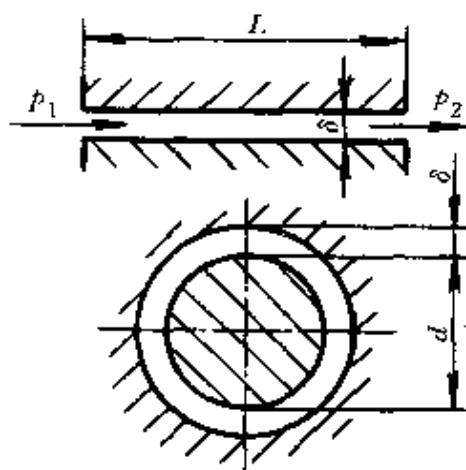

图 1-16 圆环缝隙示意图
**例 13** 有一圆环状缝隙，如图 1-16 所示，直径  $d = 1 \text{ cm}$ ，缝隙  $\delta = 1 \times 10^{-2} \text{ mm}$ ，缝隙长度  $L = 2 \text{ mm}$ ，缝隙两端压力差  $\Delta p = 21 \text{ MPa}$ ，油的运动粘度  $\nu = 4 \times 10^{-5} \text{ m}^2/\text{s}$ ，油的密度  $\rho = 900 \text{ kg/m}^3$ ，求其泄漏量？